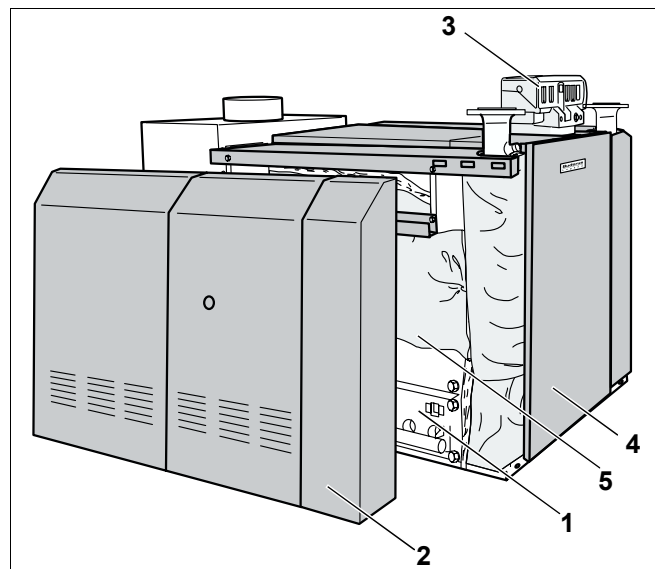

Рис. 1 Logano GE434
Logano GE434 (рис. 1) состоит из правого и левого котловых блоков, на каждом из которых установлено по одной газовой горелке.
- Котловые блоки (рис. 1, **поз. 1**) и газовые горелки (рис. 1, **поз. 4**).
- Обшивка котла (рис. 1, **поз. 2**) и теплоизоляция (рис. 1, **поз. 5**).
- Система управления (рис. 1, **поз. 3**), дополнительный регулятор и два автомата горения газа (на одну газовую горелку - один автомат горения).